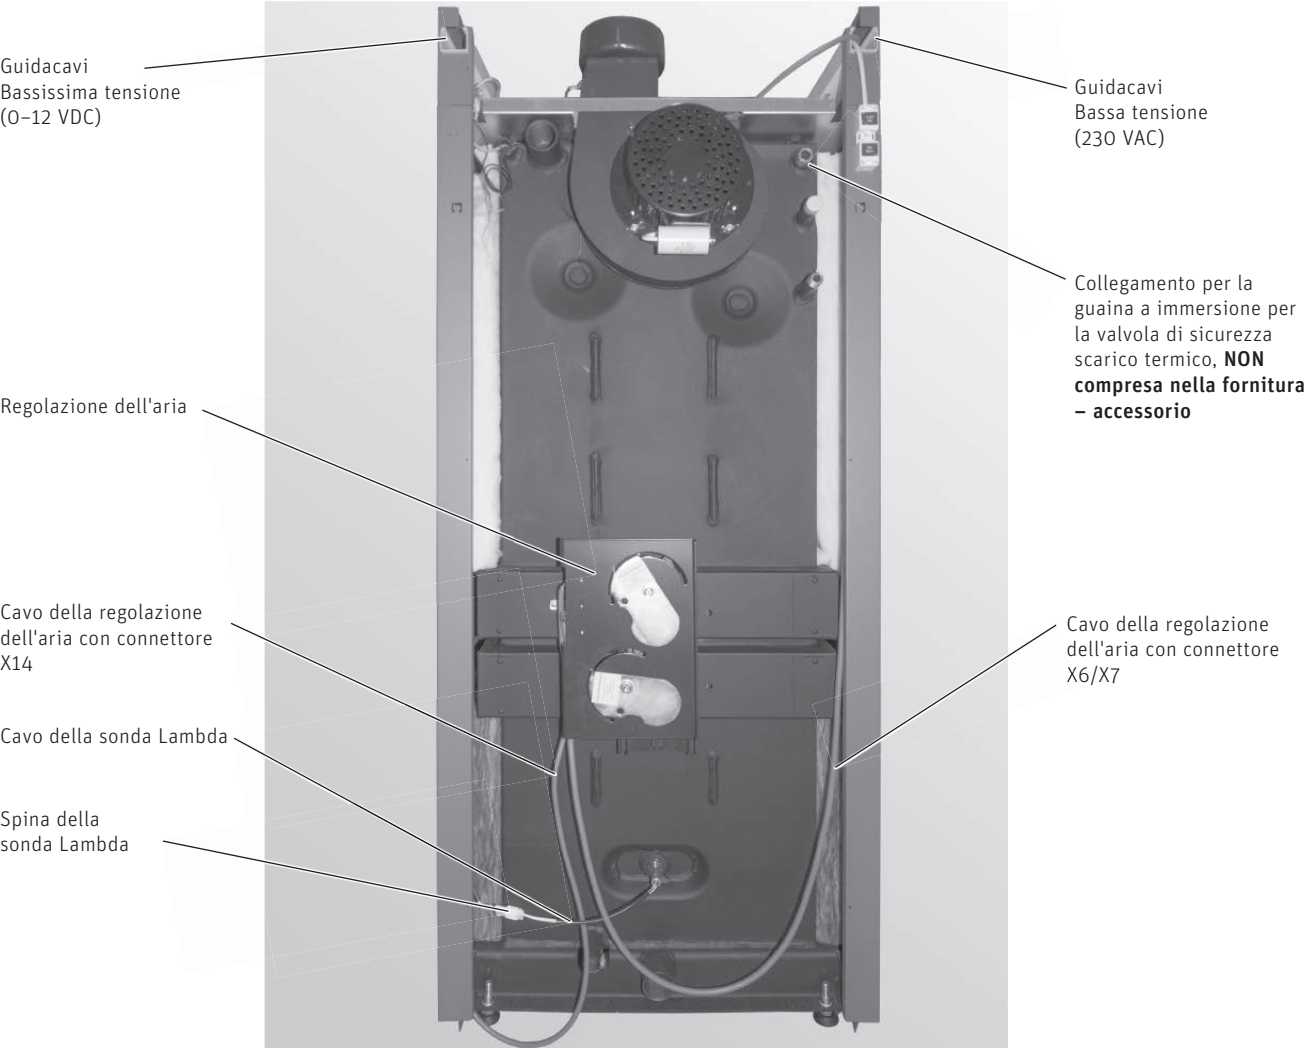
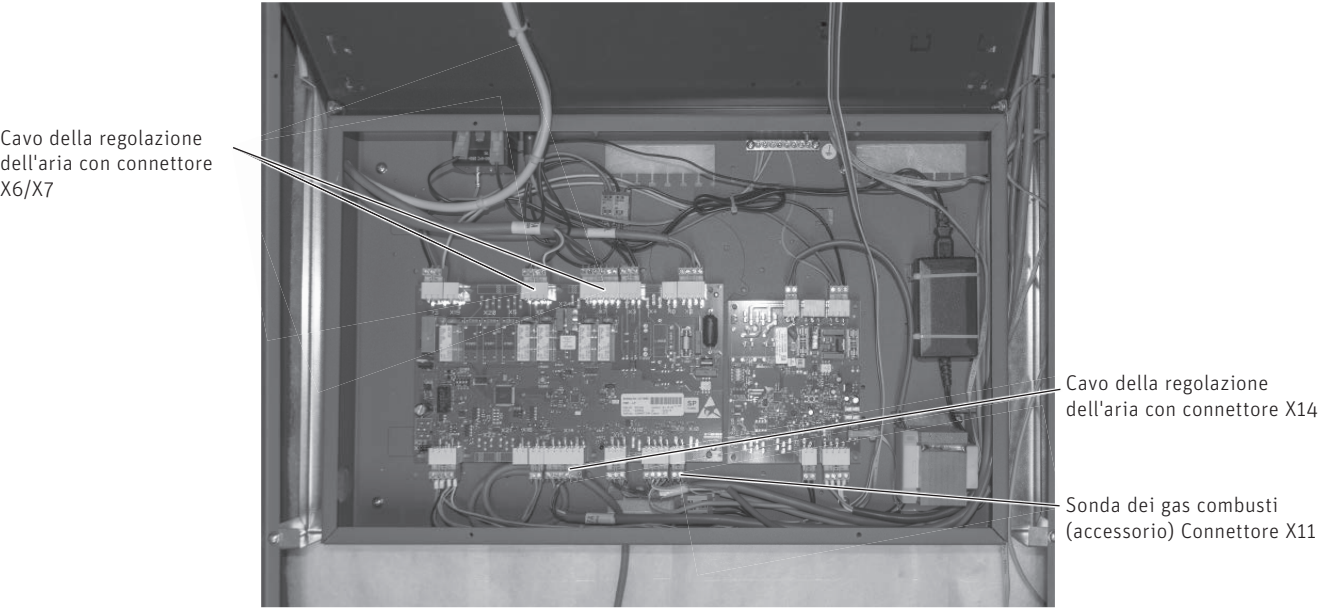

Fig. 56 LogWIN senza pareti posteriori – vista da dietro
Fig. 57 Quadro di comando LogWIN – vista dall'alto
- Passare i due cavi della regolazione aria della Fig. 56 nelle pareti laterali verso l'alto, attraverso il passaggio nei guidacavi, fino al quadro di comando e collegarli come in Fig. 57.
- Passare il cavo della sonda Lambda dal quadro di comando, attraverso il passaggio nel guidacavi, nella parete laterale verso il basso e collegarlo alla sonda Lambda – Fig. 56.